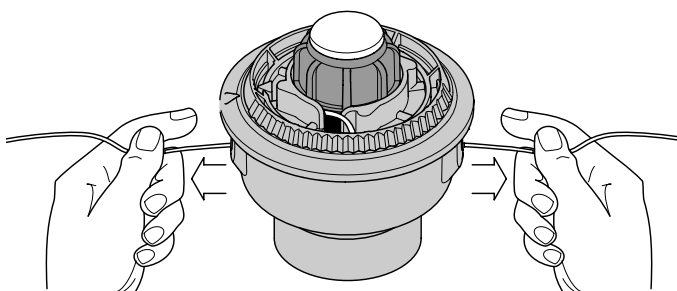

Fig. 13
- Si le rembobinage du fil devient difficile ou si le fil se coince, tirez-en les extrémités de la bobine. Continuez de rembobiner le moulinet intérieur vers la gauche (Fig. 13).
- Maintenez le moulinet intérieur et installez le bouton de butée, le ressort, et le joint en mousse en poussant le bouton de butée vers le bas et en le tournant à droite. Saisissez les extrémités et tirez fermement pour dégager le fil des fentes de retenue du moulinet intérieur. (Fig. 13).
Si le SpeedSpool^{MD} ne déroule pas le fil correctement, tirez fermement les extrémités du fil loin de la bobine (Fig. 13). Si cela ne suffit pas, suivez les instructions de nettoyage du SpeedSpool^{MD} ci-dessous.